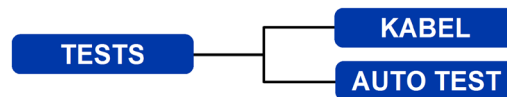

Abb. 15 Testmenüstruktur - Ethernet-Tests (1)
(1) Ist ein SignalTEK NT Remote-Handgerät direkt angeschlossen, es wird aber kein aktives Netzwerk entdeckt, steht in der Informationsleiste des Ausgangsdisplays „Ethernet“. Wird das Symbol TESTS ausgewählt, sind die in der Menüstruktur Abb. 15 gezeigten Ethernet-Tests verfügbar.